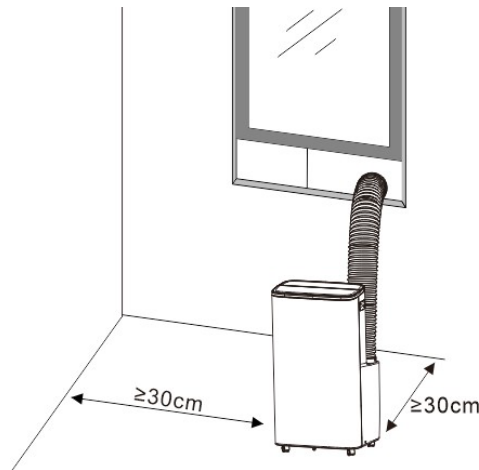

Fig.3
- Ce climatiseur à évacuation d'air chaud doit être installé sur une surface plane dont le périmètre en entier est libre de tout obstacle pouvant affecter son fonctionnement. Ne pas obstruer l'ouverture d'évacuation et prévoir une distance de dégagement de 300 mm autour de celle-ci voir Figure 3).